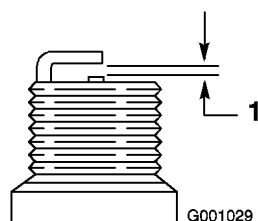

Figure 53
4. Réglez l'écartement des électrodes à 0,76 mm (Figure 53).